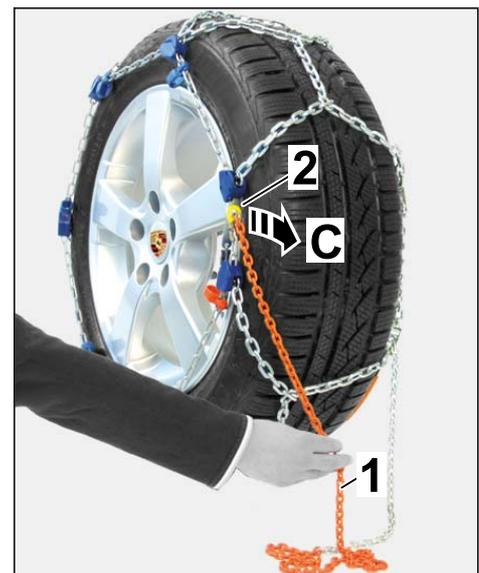

Figura 17
3.3.4 Desenganchar el eslabón de la placa de cierre y tirar de la cadena tensora a través de la placa de cierre (⇒ *Figura 17 -C-*).